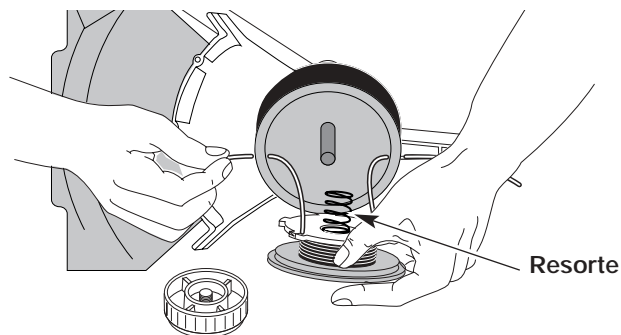

Fig. 40
13. Inserte los extremos de la línea a través de los ojillos de la bobina exterior y coloque el carrete dentro de la bobina exterior (Fig. 40). Empuje el carrete interior y la bobina exterior entre sí. Mientras sostiene el carrete interior y la bobina exterior, tome los extremos y tire con firmeza para soltar la línea de las ranuras de fijación de la bobina.
5. Inserte los extremos de la línea en los ojajillos de la bobina exterior (Fig. 40).